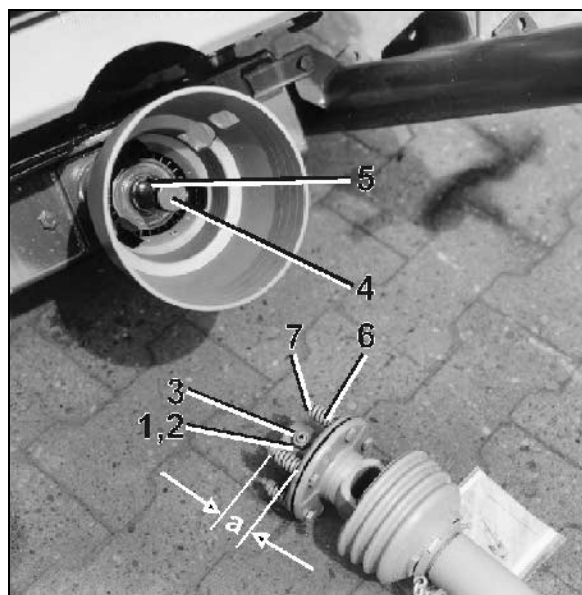

Fig. 33
Om brytbulten mellan anslutningsflänsen och ingående växellådsaxeln, brister ofta (kan förekomma på traktorer med hårt ingrepp för kraftuttagskopplingen), rekommenderas att en Walterscheid kraftöverföringsaxel med slirkoppling monteras (Fig. 33).
7. Lossa kontramuttern (Fig. 33/1) (tills låsskruven ej når utanför kontramuttern), skruva ut låsstiftet (Fig. 33/2) och kontrollera att anslutningsgaveln går lätt att skjuta på växellådsaxeln.
10. Skjut på den infettade anslutningsgaffeln (Fig. 33/3) på ingående axeln (Fig. 33/4) för växellådan.
Se till att kilen blir helt övertäckt (Fig. 33/5)!
11. Fixera special-kraftöverföringsaxeln från att röra sig axiellt. Drag därför åt låsstiftet med en insex-nyckel och lås med kontramuttern (Fig. 33/1).
1. Lossa kontramuttern (Fig. 33/1) Skruva ut låsstiftet (Fig. 33/2).